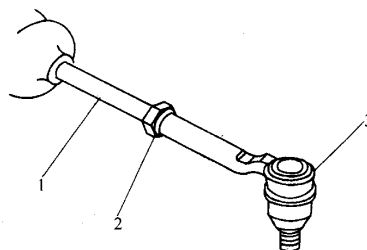

图 1-8 前轮前束的调整
- (1) 将转向盘调整到正前位置。
- (2) 如图 1-8 所示, 松开拉杆上的六角螺母,